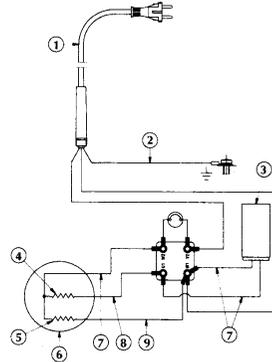

Abb. 2
7.1 Einphasige Ausführung (Abb. 2)
10.2 Schaltplan Einphasige Kessel-pumpe mit eingebautem Wärme-/ Strom-Schutz (Abb. 2)